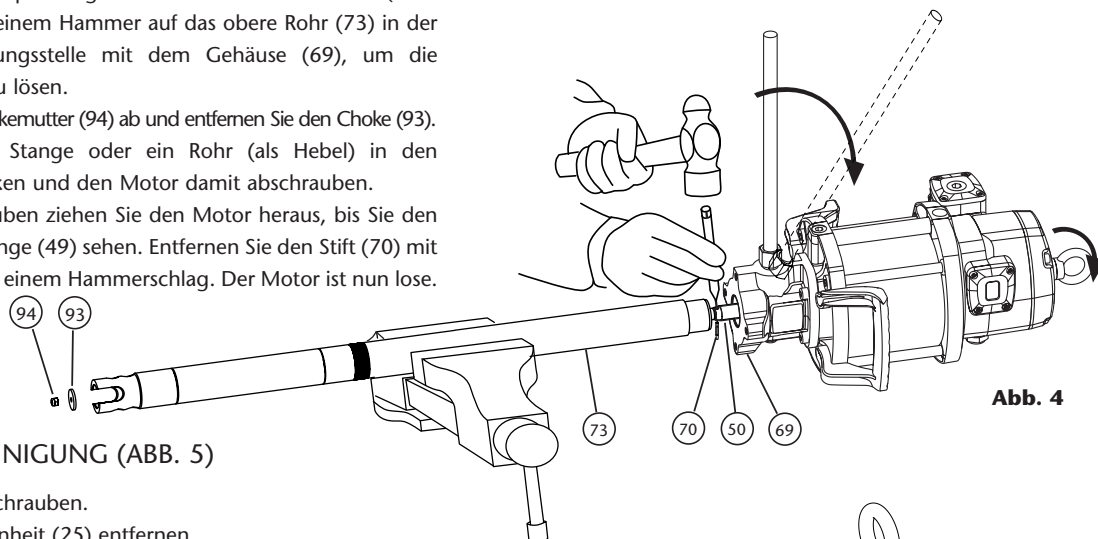

Abb. 4
SO TRENNEN SIE DEN LUFTMOTOR VON DER PUMPE (ABB. 4)
- Spannen Sie die Pumpe waagrecht in einen Schraubstock (Abb. 4). Klopfen Sie mit einem Hammer auf das obere Rohr (73) in der Nähe der Verbindungsstelle mit dem Gehäuse (69), um die Gewindedichtung zu lösen.
- Schrauben Sie die Chokemutter (94) ab und entfernen Sie den Choke (93).
- Nach dem Abschrauben ziehen Sie den Motor heraus, bis Sie den Stift (70) auf der Stange (49) sehen. Entfernen Sie den Stift (70) mit einem Hammer und einem Hammerschlag. Der Motor ist nun lose.